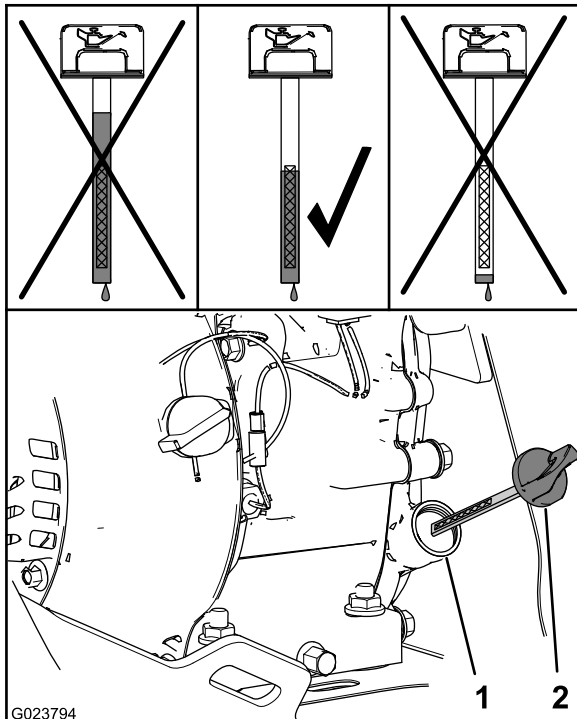

Bild 25
2. Nehmen Sie den Peilstab heraus und prüfen Sie den Ölstand (Bild 25).
**Hinweis:** Der Ölstand sollte über der Markierung am Peilstab liegen (Bild 25).
- A. Füllen Sie das angegebene Öl in den Füllstutzen (Bild 25).